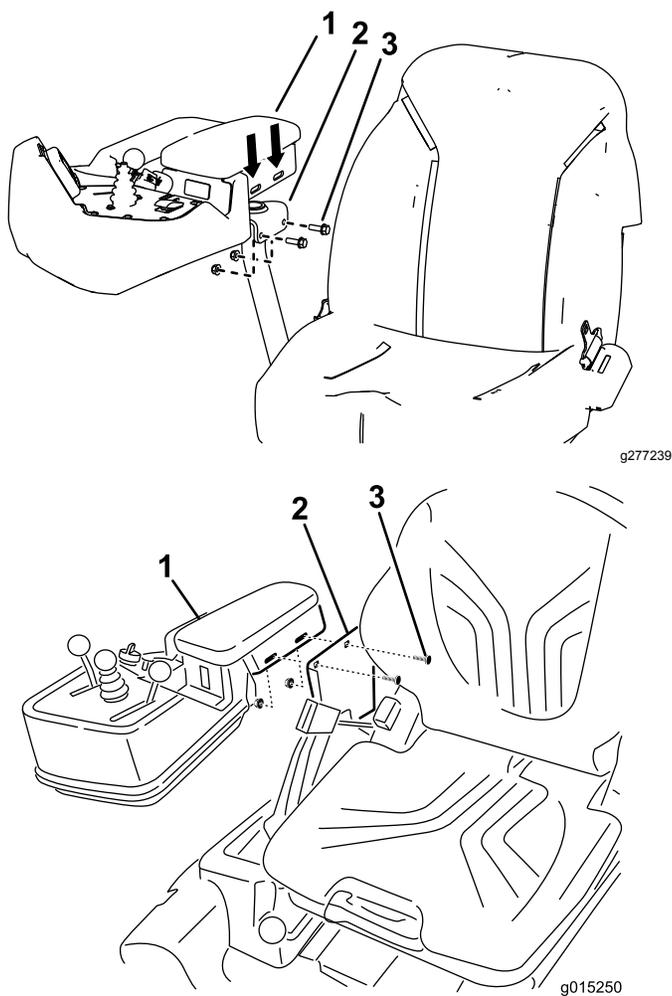

Bild 8
6. Befestigen Sie die Armlehne mit den zwei vorher entfernten Flanschschrauben und Bundmuttern am Sitz (**Bild 8**).
Hinweis: Wenn Sie eine zusätzliche Anpassung der Armlehne benötigen, lösen Sie die Befestigungselemente, mit der die Armlehne befestigt ist und verschieben Sie die Position (**Bild 8**).